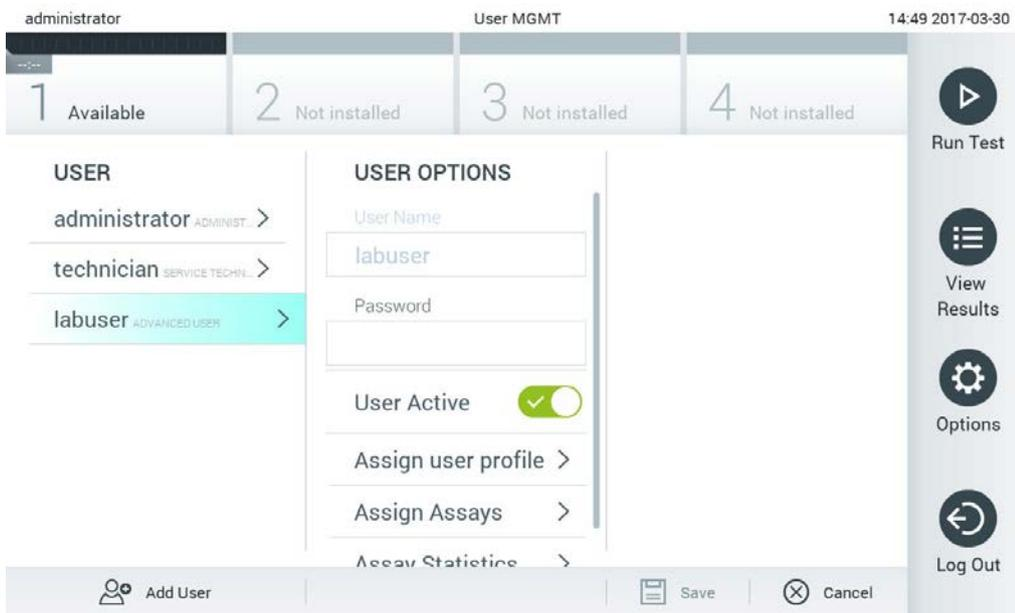

Figure 59. Sélection et gestion des utilisateurs.
2. Sélectionnez l'utilisateur à gérer dans la liste de la colonne de gauche de la zone de contenu (Figure 59).